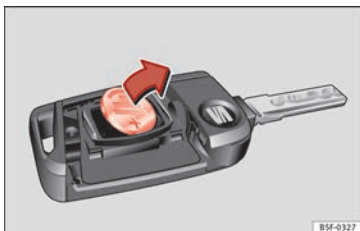

Bild 134 Bilnyckeln: ta ut batteriet
- Ta ut batteriet ur facket med ett tunt, spetsigt verktyg » **bild 134**.
- Placera det nya batteriet i batterifacket som bilden visar » **bild 134**, dvs. i motsatt riktning till pilen » ❷.